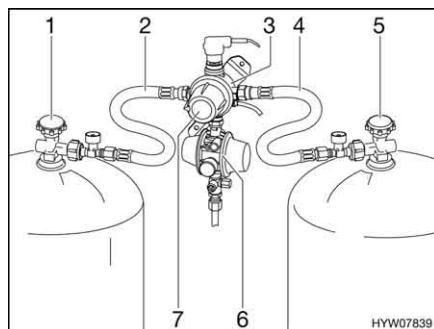
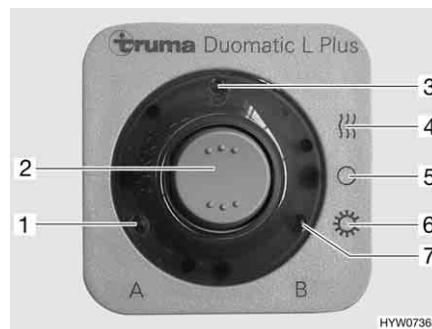

Fig. 123 Impianto di commutazione DuoComfort
Fig. 124 Centralina di controllo
L'impianto di commutazione DuoComfort è costituito da una valvola di commutazione (Fig. 123,3) e da una centralina di controllo (Fig. 124). Il regolatore centrale è montato tra il regolatore di pressione del gas (Fig. 123,6) e i tubi del gas (Fig. 123,2 e 4). Con la manopola (Fig. 123,7) sulla valvola di commutazione è possibile stabilire, quale delle bombole del gas viene utilizzata come bombola in uso e quale bombola del gas viene utilizzata come bombola di riserva.
Sulla centralina di controllo (Fig. 124) possono venire azionate solo le funzioni elettriche. Le valvole principali di arresto delle bombole del gas (Fig. 123,1 e 5) devono essere aperti manualmente.
- Aprire le valvole principali di arresto delle bombole del gas (Fig. 123,1 e 5).
- Con la manopola (Fig. 123,7) sul regolatore (Fig. 123,3) selezionare la bombola del gas, da cui proviene la principale alimentazione del gas (bombola in uso).
- Sulla centralina di controllo (Fig. 124) attivare l'impianto di commutazione DuoComfort.
Posizionare l'interruttore a bilico (Fig. 124,2) su funzionamento invernale "On e riscaldamento" (Fig. 124,4) oppure su funzionamento estivo "On" (Fig. 124,6). La valvola di commutazione è ora disareata. L'indicazione di funzionamento (Fig. 124,3) si accende.
- Portare l'interruttore a bilico (Fig. 124,2) in posizione "O" (Fig. 124,5). L'indicazione di funzionamento (Fig. 124,3) si spegne.
- Chiudere le valvole principali di arresto delle bombole del gas (Fig. 123,1 e 5).
Le spie di controllo sulla centralina di controllo (Fig. 124,1 e 7) segnalano all'interno del veicolo, se le bombole del gas sono pronte al funzionamento.